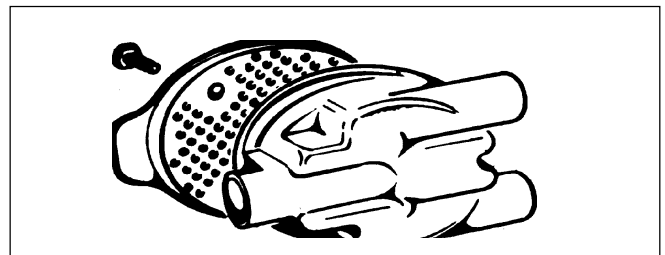

Fig. 4
- Pour le déposer, il faut tout d'abord enlever le groupe couvercle acoustique (Fig. 4).
**NOTE** - Les orifices internes du couvercle acoustique (Fig. 4) doivent toujours être parfaitement propres et ne doivent pas présenter d'éventuels défauts de moulage (bavures) pour ne pas provoquer des défauts de carburation.